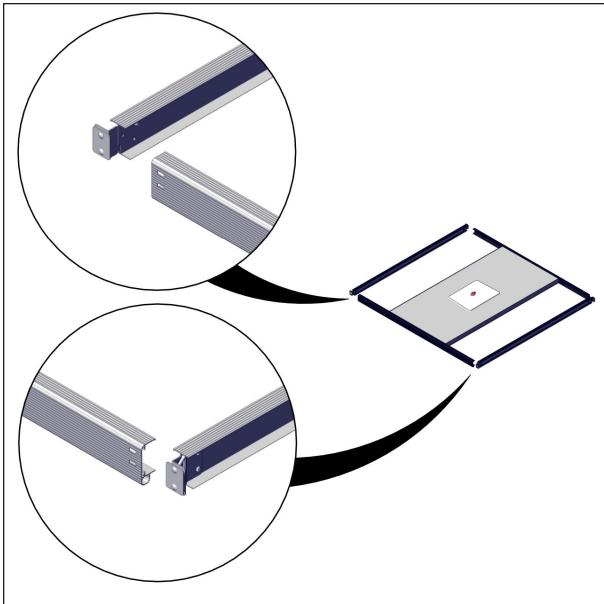
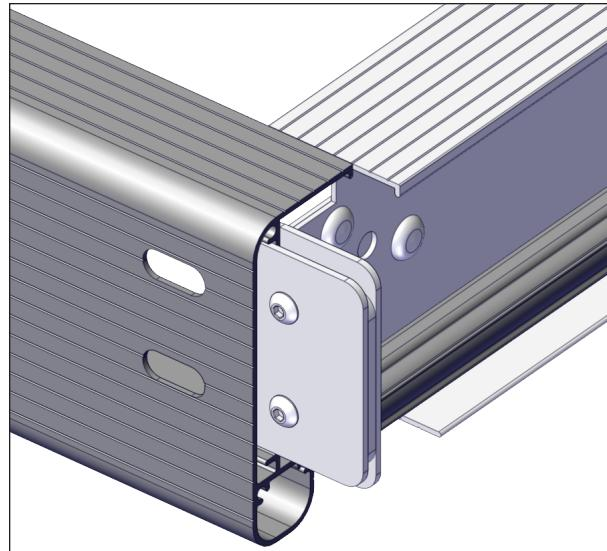
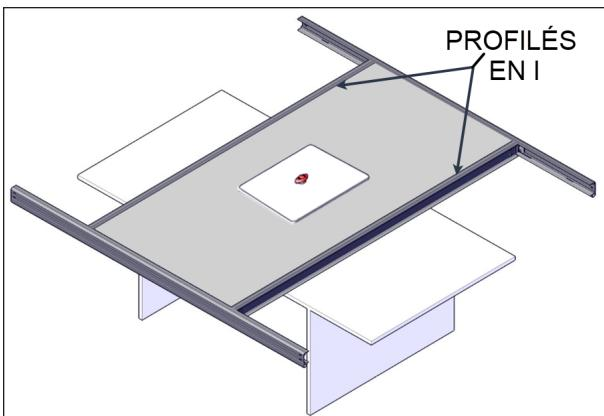

FIGURE 24: INSTALLATION DES PROFILÉS EN I
FIGURE 26: INSTALLATION DU PROFILÉ EN I SUR LE PROFILÉ EN C
FIGURE 25: POSITION FINALE DES PROFILÉS EN I
6. Glisser un profilé en I avec les plaques de fixation courtes I à C dans les profilés en C des deux côtés du panneau central, voir Figure 24 et Figure 25. Installer les profilés en I de manière à ce que la partie pliée du support I à C pointe vers l'extérieur, voir Figure 26.